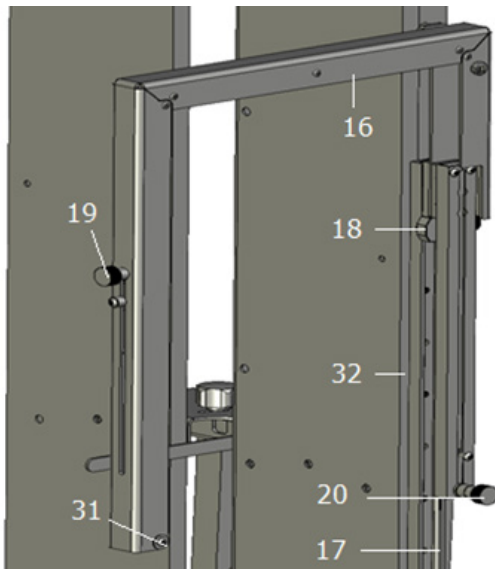

Fig. 12
Utilizzare l'arresto di profondità (18, fig. 12) per trasferire sulla scala graduata (32) la profondità misurata sull'oggetto che il tagliabordo deve raggiungere nel pannello. Contrassegnare la posizione sul pannello isolante in cui immergere il filo.
A tal fine, allentare la regolazione angolare (20, fig. 12), spingerla verso l'alto della misura desiderata e fissarla nuovamente.
- Ora allineare il filo da taglio al bordo di taglio del pannello isolante. Allentare la regolazione angolare (20, fig. 12) e spingerla verso l'alto fin quando non coincide con la linea, quindi fissarla.
- Per evitare che il filo sia troppo teso, potrebbe essere necessario allentare il fissaggio per tagli obliqui (19, fig. 12) e spingerlo leggermente verso il basso.